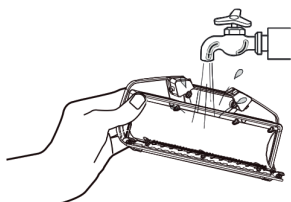

Fig. 35
- Retire la cubierta y lávela con agua limpia hasta eliminar toda la suciedad (Fig. 35).